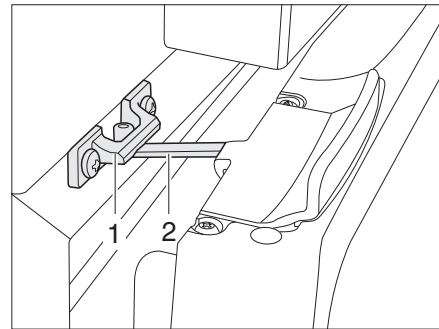

Fig. 143 Porta del frigorifero in posizione di ricircolo d'aria (Thetford)
- Aprire il bloccaggio (Fig. 143,2) e innestarlo nella sede di bloccaggio (Fig. 143,1). In questo modo la porta del frigorifero rimane ferma in posizione socchiusa.